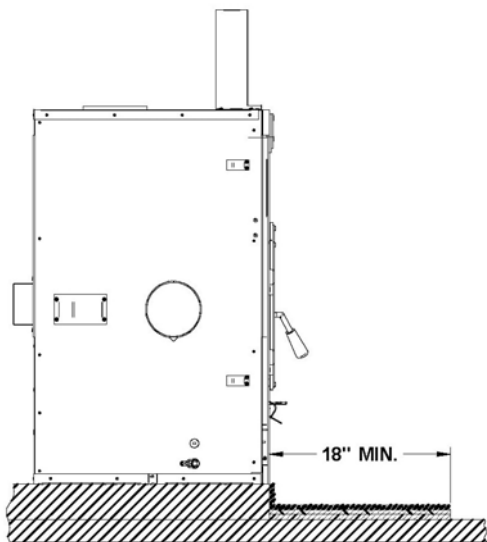
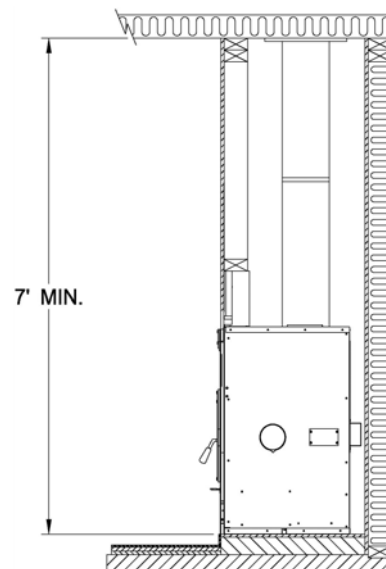

Figure 5. Installation du foyer sur une base surélevée
Figure 6. Dégagement entre la base du foyer et le plafond
- C. Le foyer FP 10 doit être installé directement sur une base surélevée combustible ou non (voir figure 5). Cette base doit avoir une hauteur minimale correspondant à la hauteur du ou des matériaux non combustible utilisés pour l'extension de l'âtre qui équivalent au facteur R exigé. Pour plus d'information concernant l'installation sur une base surélevée, référez-vous à la section «2.4.2. Exigences pour l'extension de l'âtre» de ce manuel. Veuillez noter qu'il faut un minimum de 7 pieds (2,15 m) entre la base du foyer et le plafond (voir figure 6.).